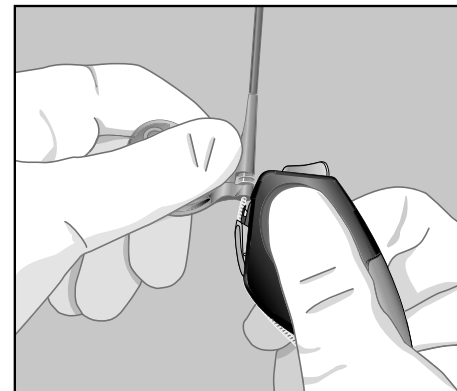

Fig. 4 : Tenir la poignée du cathéter et l'outil de découpe sur une même hauteur. Glisser la gaine contre la lame parallèlement au bord de l'outil de découpe.
**Note :** lors de l'utilisation de l'outil de découpe, maintenir un angle plat lorsque vous faites glisser, en ligne droite, la gaine le long de l'outil de découpe (fig. 4).